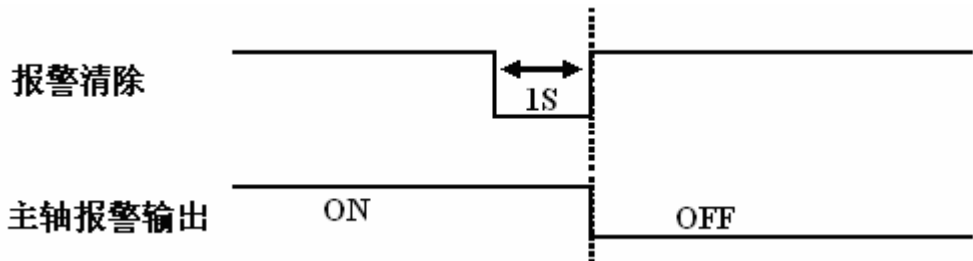

图 8.4 外部报警清除时序图
3) 不断电（三相主电源），在清除故障源后，通过报警清除输入信号（ALM_RST），采用外部报警复位方式来清除报警，其时序如图 8.4 所示。复位后驱动单元面板上的报警灯 AL 红灯熄灭（表示报警被清除），主轴报警（ALM）输出 OFF，驱动单元 XS5 输入/输出端子故障连锁继电器常开触点闭合。